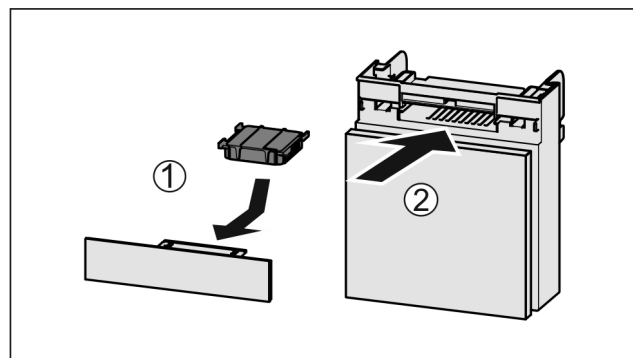

Fig. 176
- ▶ Anbring aktivkulfilteret som vis på billedet Fig. 176 (1).
- ▶ Skub rummet ind Fig. 176 (2).